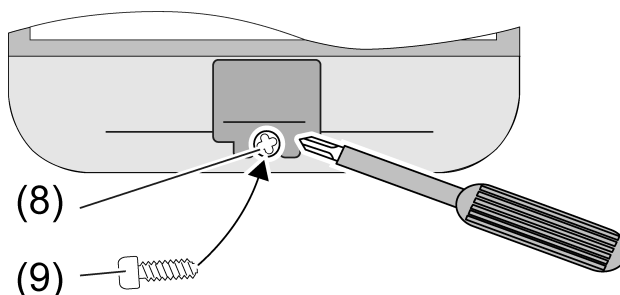

Bild 15: Schalter arretieren
- Schraube (9) in Bohrung (8) drehen (Bild 15).